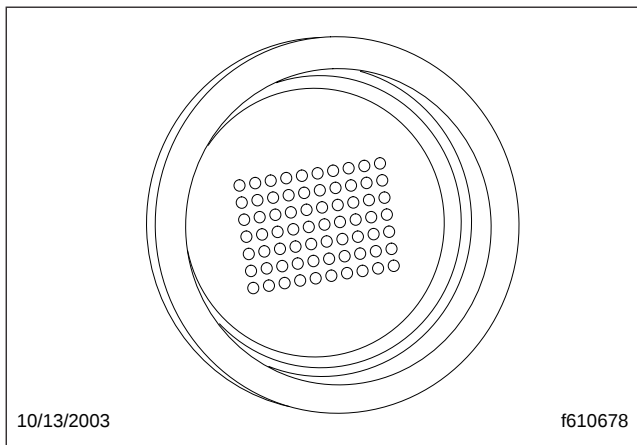

Figura 8.24, Visualización de puntos en el encendido
- de puntos. Todos los puntos deben encenderse, sin separaciones o espacios. Vea la Figura 8.24.
- Seleccione la marcha de conducción hacia adelante (D) presionando el botón de bloqueo de neutro y moviendo el interruptor selector hacia abajo, a la posición que está debajo de la de neutro. Libere el freno de estacionamiento. La